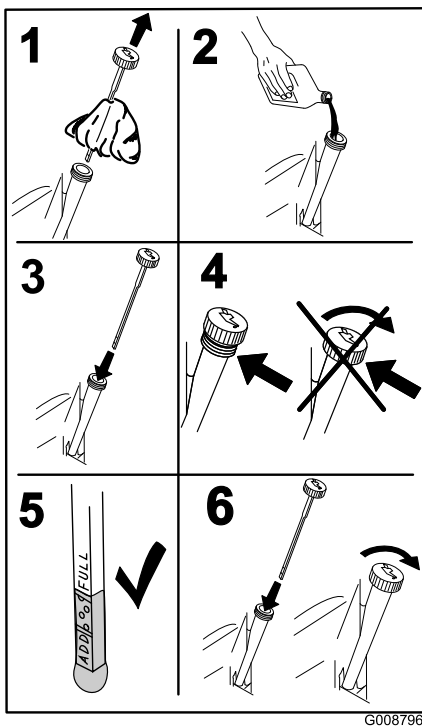

Figure 46
4. Versez lentement environ 80 % de l'huile spécifiée dans le tube de remplissage puis faites l'appoint lentement jusqu'à ce que le niveau atteigne le repère du plein (**Full**) (Figure 46).